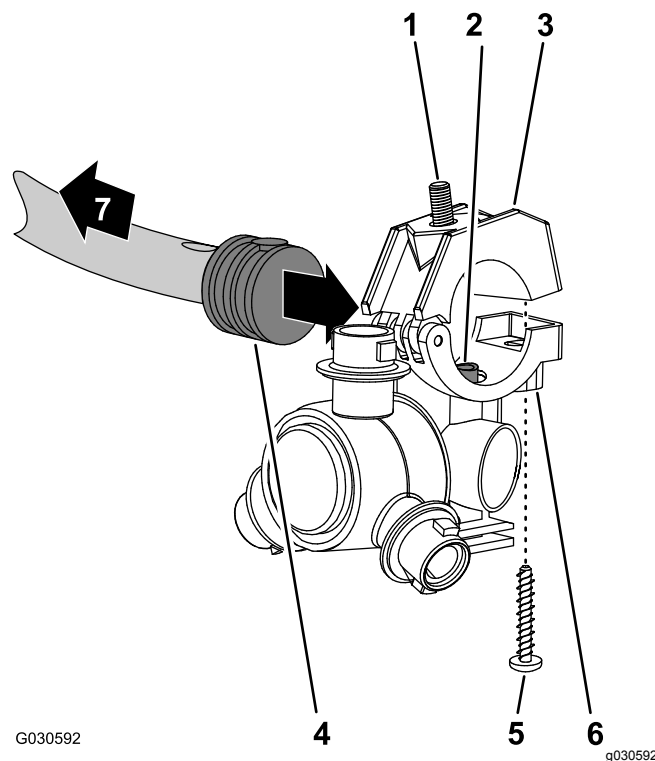

Figura 108
1. Alinhe o tubo de transferência na sela de um bico do pulverizador (Figura 108) com o orifício na lateral da haste do tubo roscado simples (13 mm).
2. Feche a metade do grampo superior em torno da haste do tubo roscado e prenda a metade do grampo e o corpo do bico do pulverizador (Figura 108) com o parafuso de aço inoxidável (N.º 12 x 1-1/4 pol.); aperte o parafuso de aço inoxidável com 14 a 18 N·m.